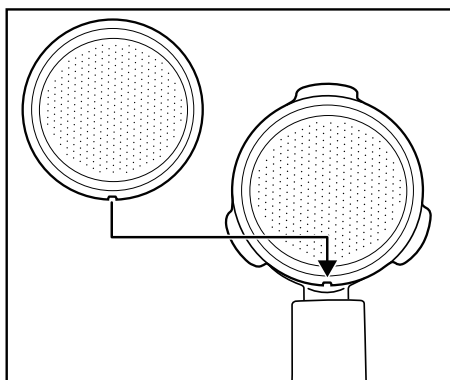

Abb. 2
– Achten Sie darauf, dass die kleine Einkerbung am großen **19** oder kleinen Siebeinsatz **20** beim Einsetzen über der Einkerbung am Siebträger **18** liegt (Abb. 2).